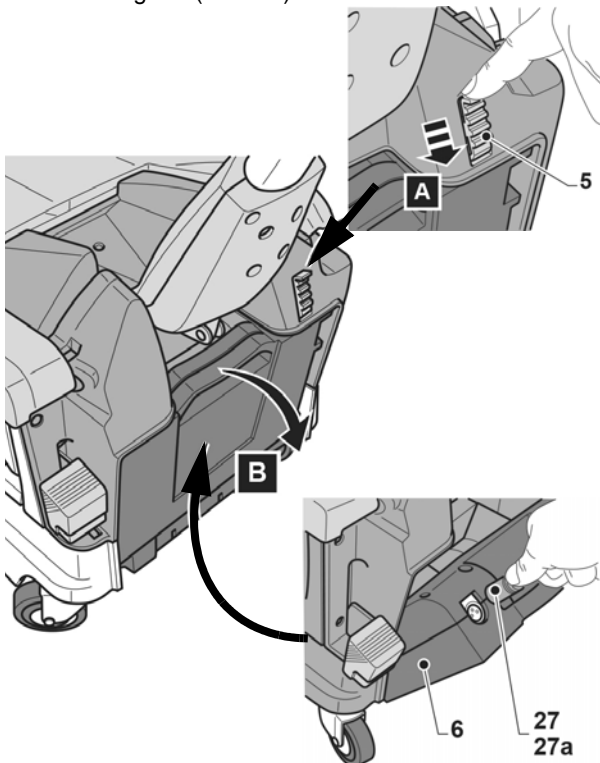

Abb. 11: Laden der Batterie
9.1 Laden der Batterie (Abb. 11)